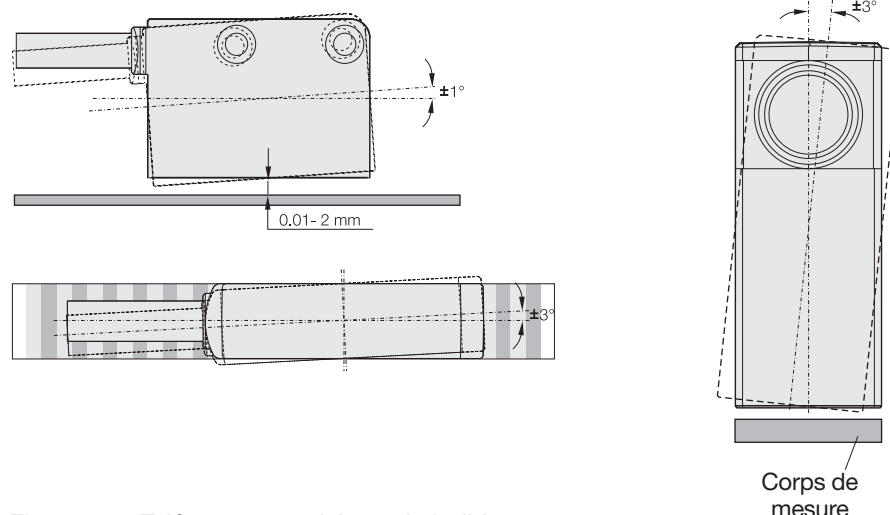

Figure 3-4 : Tolérances angulaires admissibles
- Les tolérances angulaires conformément à la figure 3-4. Lors de l'inclinaison le long de l'axe longitudinal de la tête de capteur, l'écart de consigne par rapport au corps de mesure, au centre de la tête, doit être respecté. A cet endroit, sur la partie inférieure, se trouvent les deux capteurs incrémentaux.